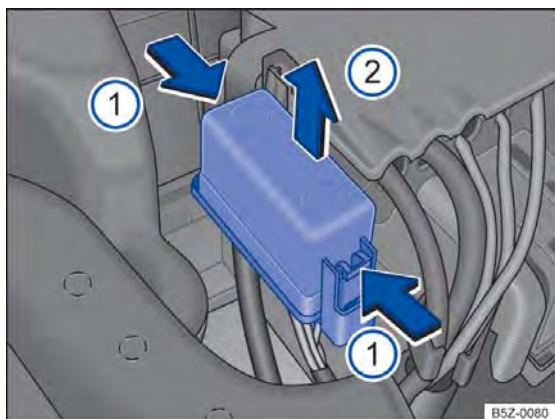

Fig. 169 No compartimento do motor: retirar cobertura da caixa de fusíveis.
- Pressionar as travas no sentido da seta para destravar a cobertura da caixa de fusíveis → Fig. 169.